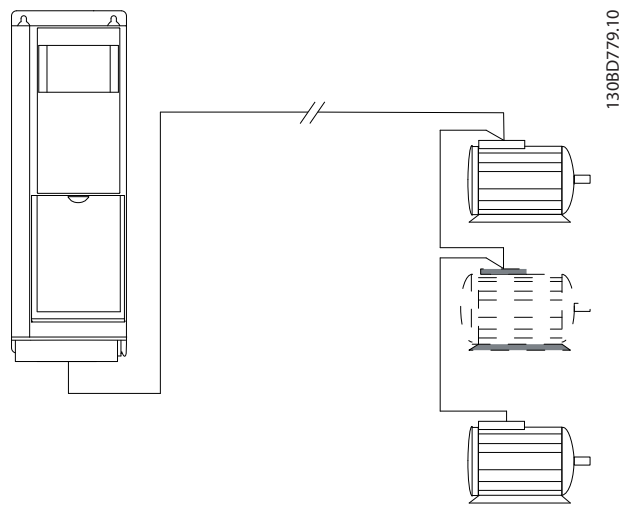

Рисунок 3.21 Длинные кабели при последовательном подключении
- В случае длинных кабелей без использования параллельного подключения см. Рисунок 3.21.